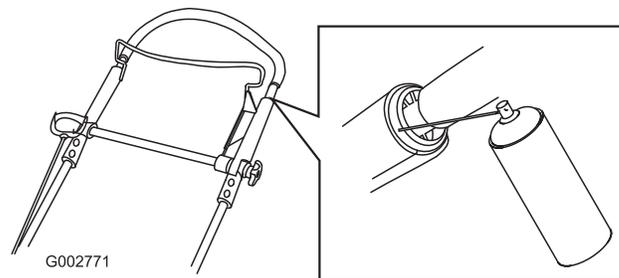

Figure 45
1. Pulvérisez l'extrémité en plastique extérieure de la poignée intérieure (Figure 45).